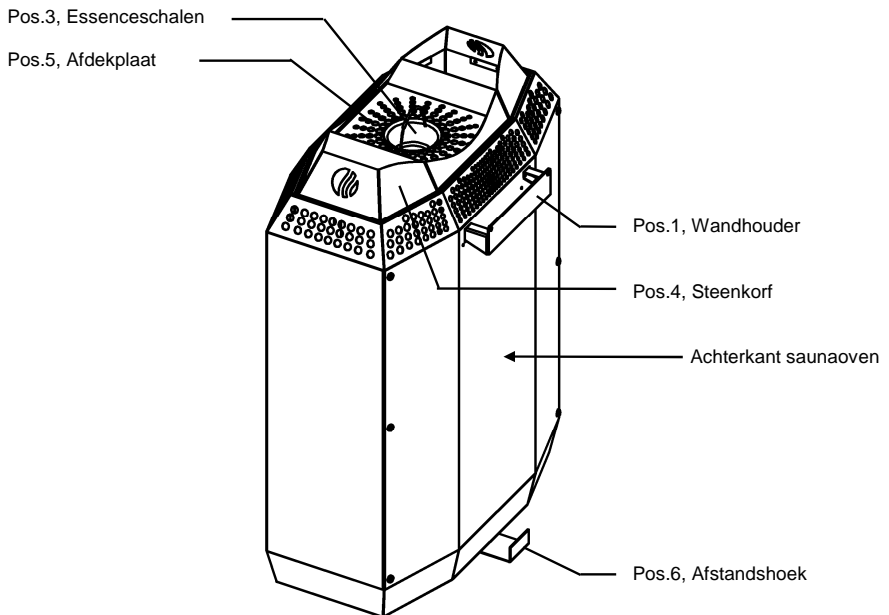

Fig.1
De wandhouder (fig.1, pos.1) en de afstandshoek (fig.1, pos.6) worden met de saunaoven meegeleverd.